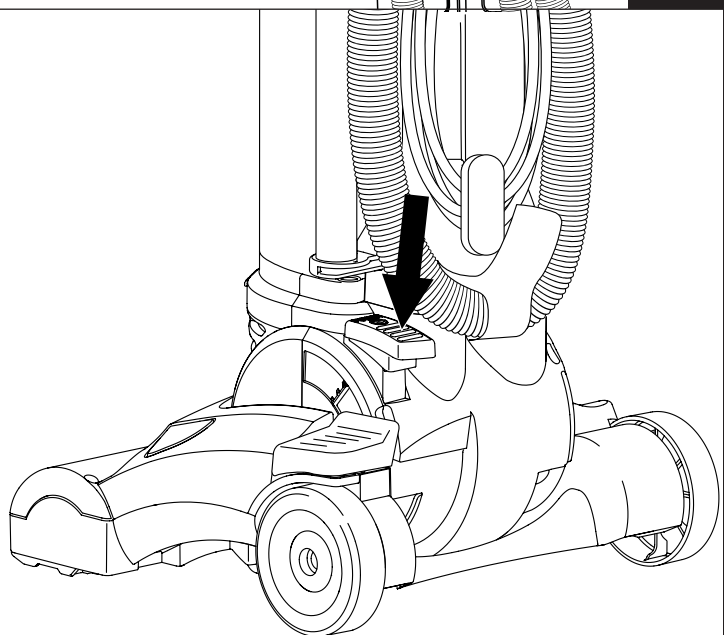

FIG. 12
Step 3: ON/OFF Switch. The ON/OFF Switch is on the base. Press once to turn on and press again to turn off (FIG. 12).
Étape 3 : Interrupteur « ON/OFF ». L'Interrupteur « ON/OFF » est à la base de l'appareil. Appuyez une fois pour mettre l'appareil en marche et appuyez de nouveau pour l'arrêter. (FIG. 12)
Paso 3: Interruptor "ON/OFF". El interruptor "ON/OFF" (encendido/apagado) se encuentra en la base. Oprima el interruptor una vez para encender la aspiradora y una vez más para apagarla (FIG. 12).